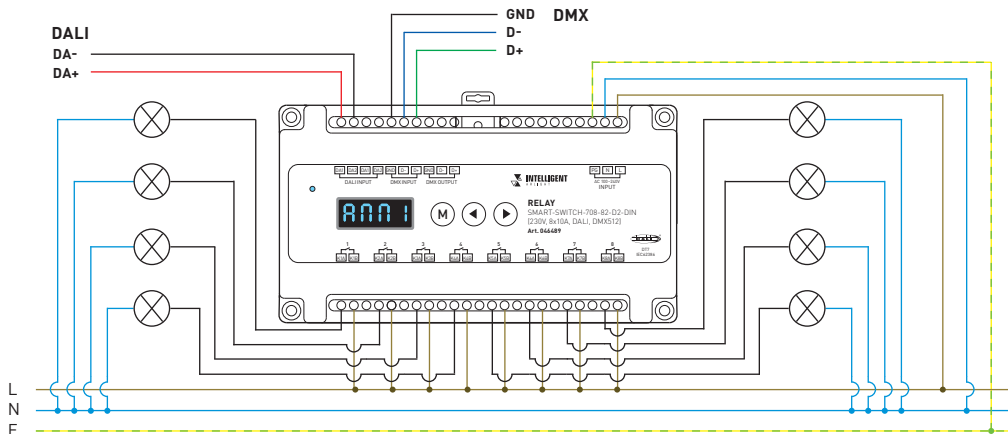

Рис. 1. Схема подключения релейного модуля SMART-SWITCH
- 3.2. Подключите релейный модуль, соблюдая порядок подключения проводов (рис. 1).